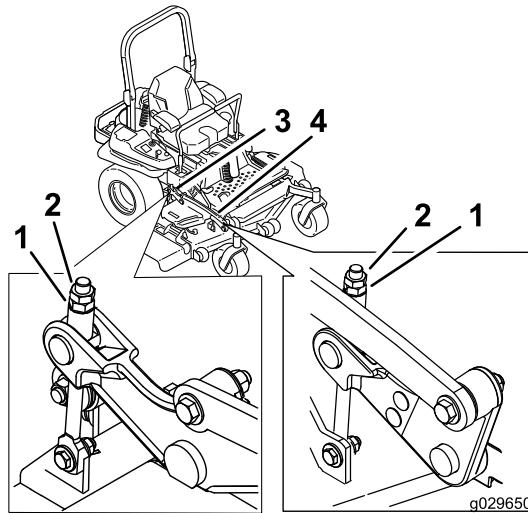

Figure 97
11. Ajustez précisément la vis de réglage en la tournant jusqu'à obtention d'une hauteur de 7,6 cm (3 po) (Figure 97).
17. Ajustez précisément la vis de réglage en la tournant jusqu'à obtention d'une hauteur de 8,3 mm (3½ po) (Figure 97).